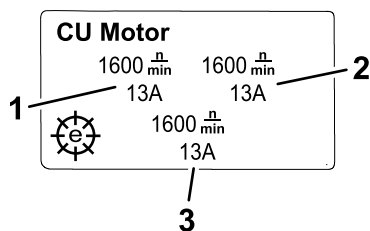

Figura 20
- **Ecran cu informații despre motorul unității de tăiere (CU) ** (Figura 20): arată turaia și curentul de alimentare al fiecărui motor al unității de tăiere.